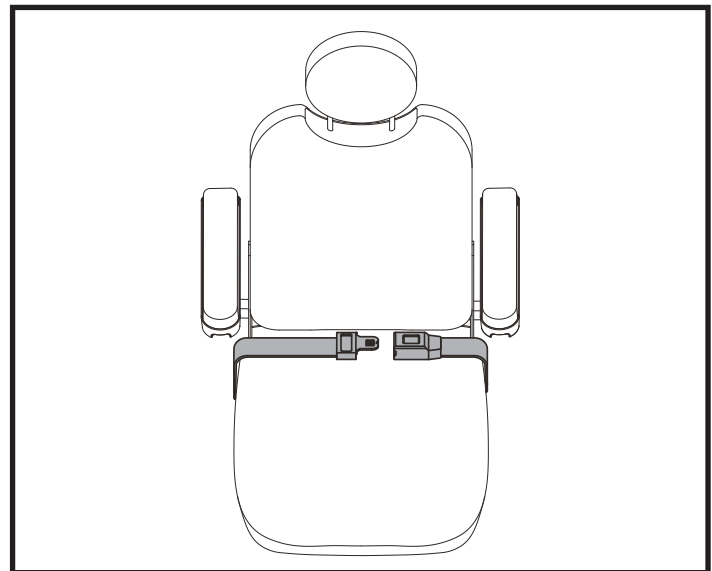

Figura 14. Ajuste del cinturón del seguridad
Su silla eléctrica puede estar equipada con un cinturón de seguridad que puede ajustarse para un mayor confort. Ver figura 14. Su función es evitar que el usuario se deslice hacia delante o hacia abajo. El cinturón no está diseñado para limitar los movimientos.
1. Sentado, introduzca la aleta metálica en el cuadro de plástico de la otra correa y presione hasta oír un clic. Ver figura 14.